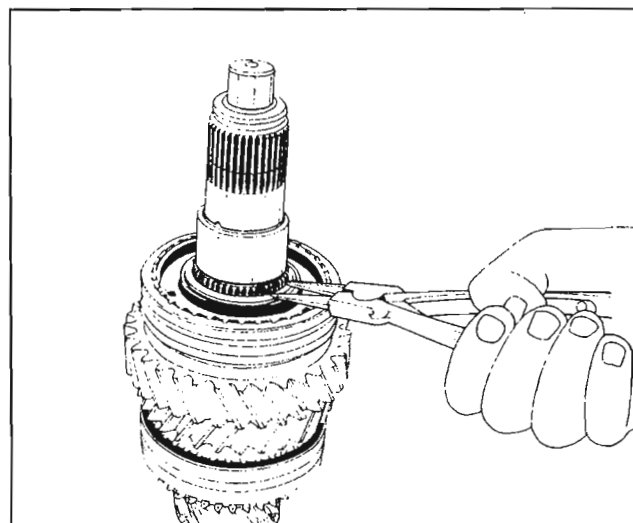

Fig. 35
Quite el anillo elástico (31). *Fig. 35*